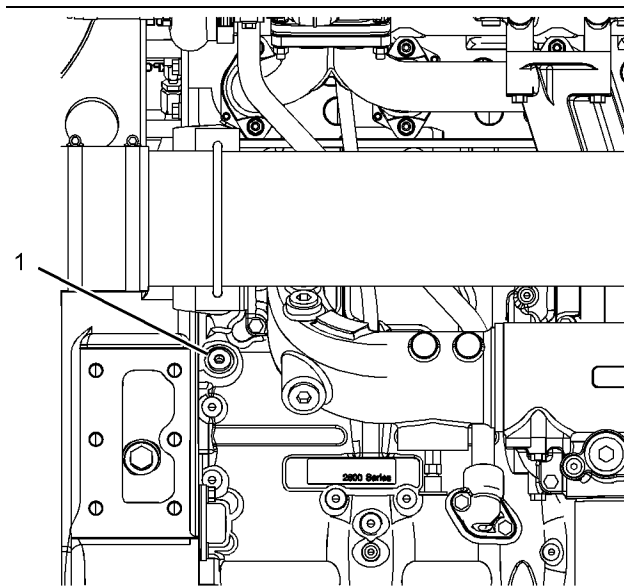

Abbildung 20
Für den Anschluss an das Motorölsystem den in Abbildung 20 dargestellten Stopfen entfernen. Das Verbindungsteil benötigt die Maße 9/16" x 18 TPI (Gangzahl je Zoll). Darauf achten, dass die richtige Ölsorte verwendet wird; zu weiteren Informationen siehe dieses Betriebs- und Wartungshandbuch, "Flüssigkeitsempfehlungen". Wenn die Motorinnenflächen geschmiert sind, Verbindungsteil entfernen und Stopfen (1) einschrauben. Den Stopfen mit einem Anziehdrehmoment von 30 N·m (265 lb in) festziehen. Perkins empfiehlt, das Verfahren bei einer Umgebungstemperatur von mindestens 10° C (50° F) durchzuführen.